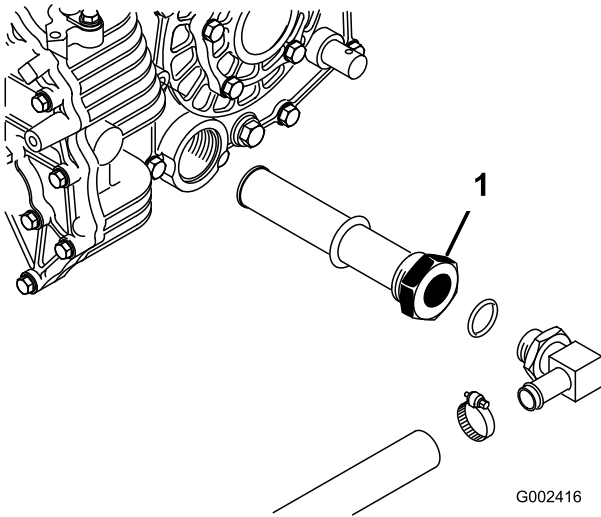

Figure 68
- Notez l'orientation du flexible hydraulique et du raccord à 90° raccordés à la crépine sur le côté du réservoir (Figure 68).